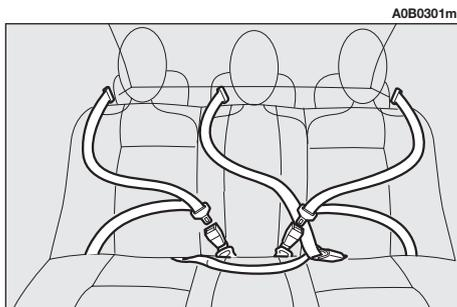

Abb. 42
**Für eine maximale Sicherheit sind die Gurte der Rücksitze laut Abbildung 42 und 44 anzulegen.**